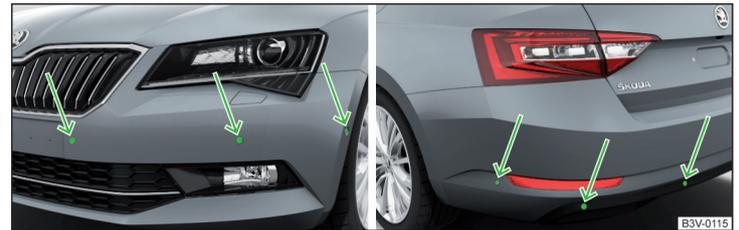

Fig. 177 Lieu d'installation des capteurs sur le côté gauche du véhicule : avant/arrière
- Maintenir les capteurs du système » fig. 177 à la page 155 propres ainsi que dépourvus de toute neige ou glace et ne jamais les recouvrir au risque d'entraver le fonctionnement.
Le système calcule sur la base d'ondes ultrasons la distance entre le pare-chocs et un obstacle. Les ondes ultrasons se trouvent, selon l'équipement du véhicule, dans le pare-chocs arrière ou également dans le pare-chocs avant » fig. 177.